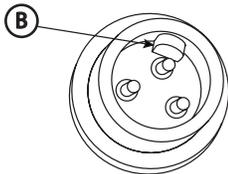

Figure 14. Connecteur mâle
3. Sur le connecteur mâle correspondant, localiser l'onglet clé (B) comme illustré dans Figure 14.